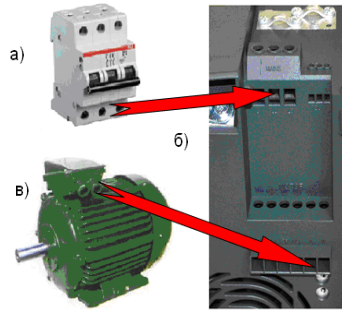

Рисунок 1 - Монтаж компонентов привода
**Подключите питание** к клеммам **Mains** ОВЕН ПЧВ (см. рисунок 1).
**Подключите двигатель** к клеммам **Motor** ОВЕН ПЧВ (см. рисунок 1).